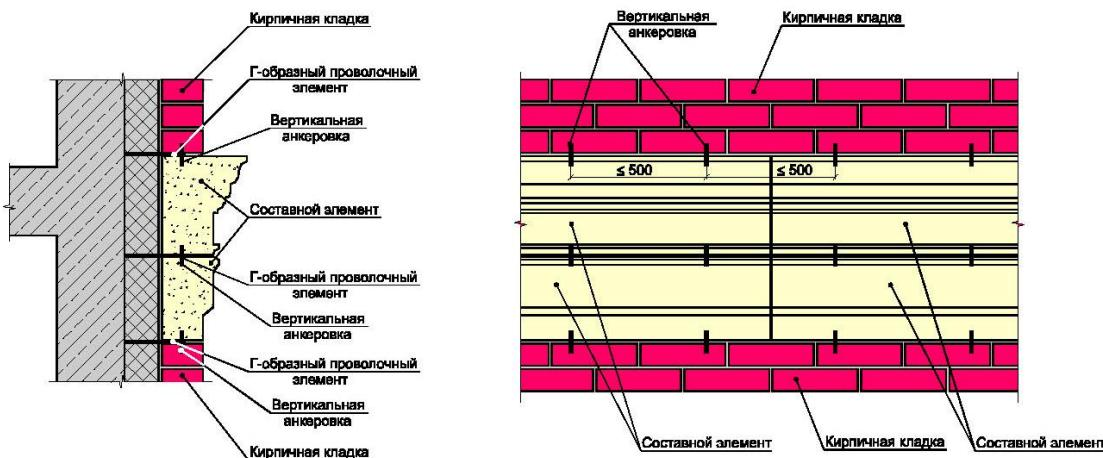

Рис. 4.
- при закладке в лицевую кладку составных элементов из архикамня применяйте армирование горизонтального шва сеткой, Т-образными плоскими кляммерами или Г-образными проволочными элементами из коррозионностойкой стали толщиной 4...6мм, связывающими лицевую кладку с несущей стеной из расчета не менее двух связей на одно изделие (см. рис. 4);